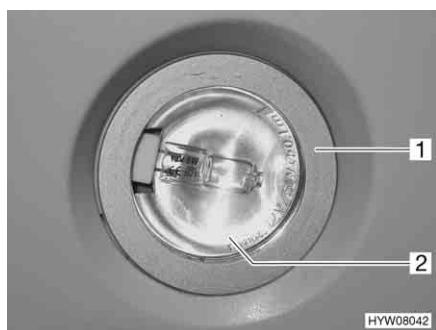

Fig. 260 Lampada alogena a incasso
- Sollevare e rimuovere la lampada (Fig. 260,1) con un attrezzo adatto (p. es. un cacciavite).
- Rimuovere la copertura di vetro (Fig. 260,2).